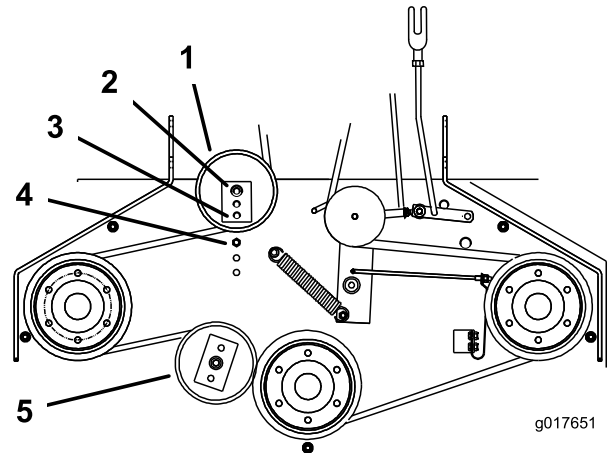

Figure 48
6. S'il n'est plus possible de régler le tendeur et que la courroie est encore détendue, il faut alors repositionner la poulie de tension arrière dans le trou central ou avant (Figure 48). Utilisez le trou qui donnera le réglage correct.
7. Lorsque la poulie de tension est déplacée, le guide de courroie doit l'être également. Placez le guide de courroie à la position avant (Figure 48).